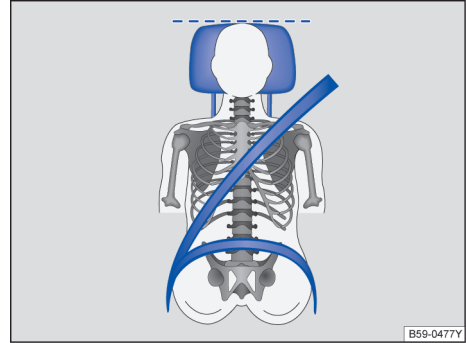

图 26 驾驶员头枕的正确位置
- 调节头枕，使头枕的上沿与您的头顶等高，不可低于眼睛，头部尽可能贴近头枕→图 26。